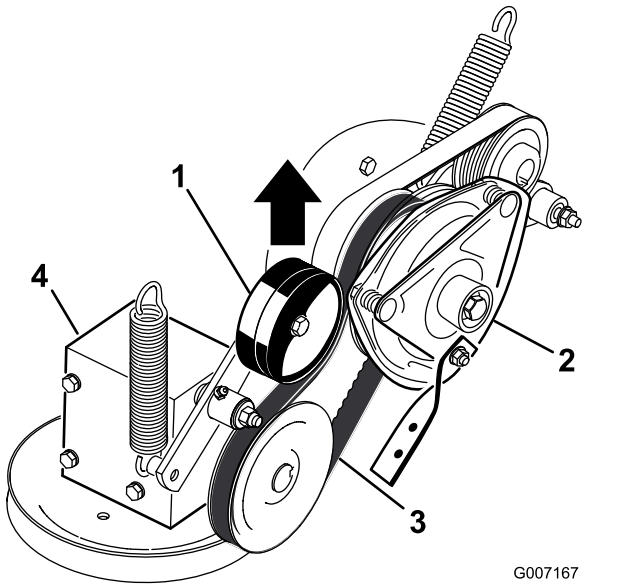

Figura 80
5. Tire hacia arriba de la polea tensora tensada con muelle de la correa de transmisión de la TDF, y retire la correa de la polea del embrague (Figura 80).
17. Tire hacia arriba del brazo tensor tensado con muelle de la correa de transmisión de la TDF, e instale esta en la polea del embrague (Figura 80).